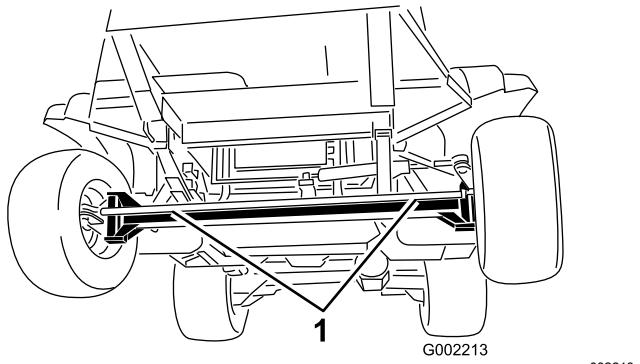
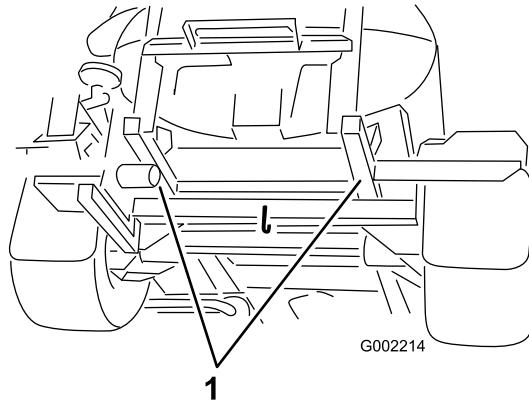

图 53
图 54
4. 将拖绳系在机架上请参照前、后拖曳点图 53 和图 54。